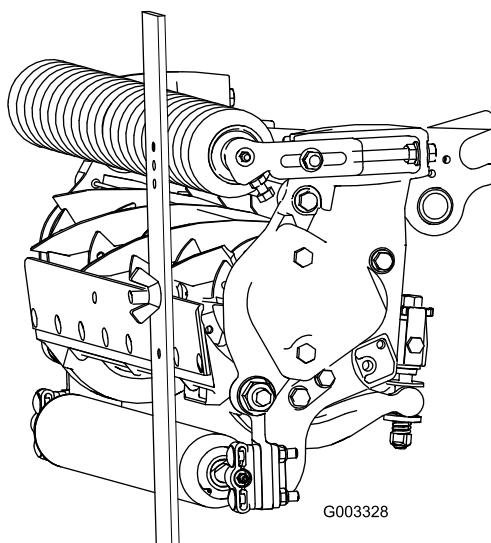

Figura 24
- Agganciate la testa della vite sul tagliente della controlama e poggiate l'estremità posteriore della barra sul rullo posteriore (Figura 24).
- Ruotate la vite di regolazione finché il rullo anteriore non toccherà la barra di riferimento (Figura 24).